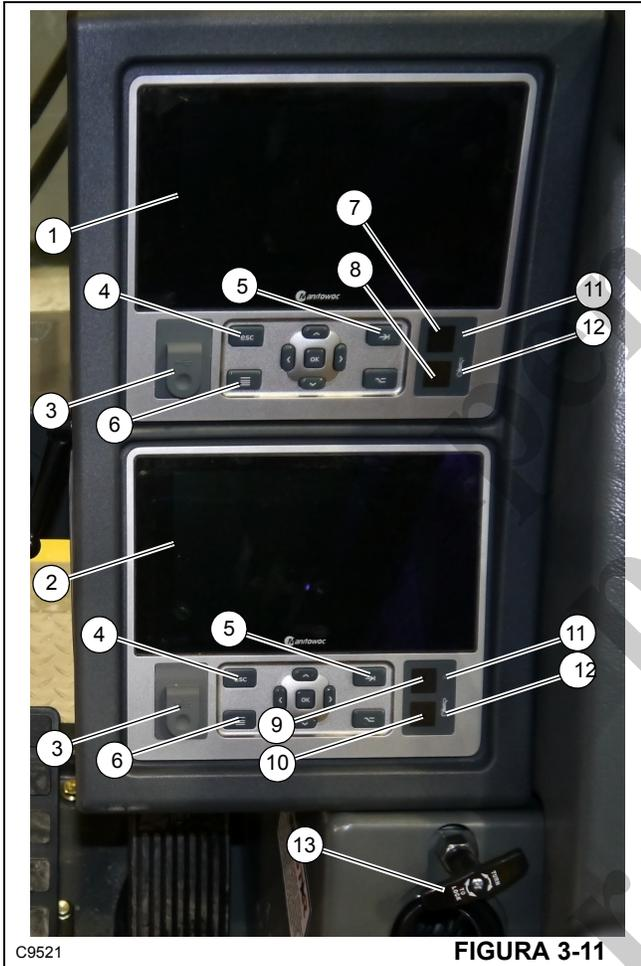

Figura 3-11 Números dos itens
A alavanca de controle do pino de trava contra giro (13) (Figura 3-11) localiza-se ao lado do console dianteiro no lado direito da cabine. O objetivo do pino da trava contra giro é bloquear a superestrutura na posição diretamente sobre a dianteira para apanhar e transportar cargas. Quando a alavanca de controle é empurrada para baixo e a superestrutura está diretamente sobre a frente, o pino de bloqueio de
Há um sensor de temperatura (12) e um sensor de brilho (11) (Figura 3-11). O sensor de brilho ajusta automaticamente o brilho de todos os mostradores.